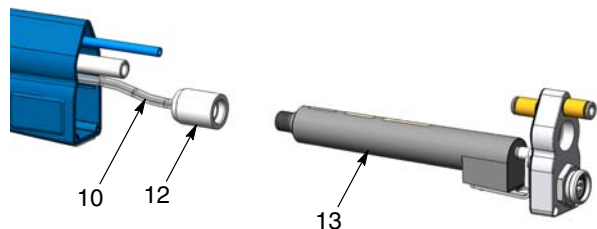

Figura 40 Desconexão do cabo do eléctrodo
8. Consulte a figura 40. Desenrosque a porca do multiplicador (12) do multiplicador (13).
3. Consulte a figura 40. Insira a extremidade de mola do cabo do eléctrodo (10) no orifício do multiplicador até encostar a fundo, depois aperte a porca do multiplicador (12) ao multiplicador.